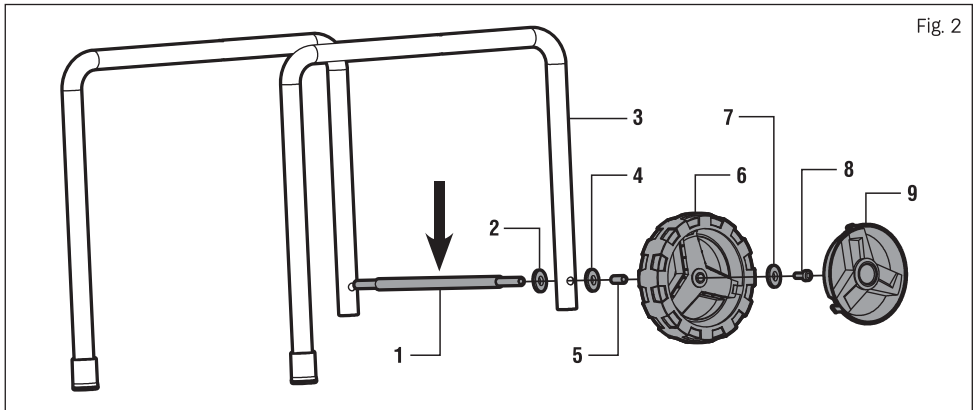

Fig. 2
3. Coloque una arandela de 9 mm (Fig. 2-2) sobre el extremo del eje de rueda y deslice el eje a través del orificio en el soporte de pata (Fig. 2-3) como se muestra en la Fig. 2.
5. Asegure la rueda sobre el eje usando una arandela de 6 mm (Fig. 2-7) y una tuerca hexagonal (Fig. 2-8). La llave hexagonal incluida se puede usar para apretar el herraje. Para que el eje no gire cuando se aprieta el herraje, coloque un destornillador (no incluido) en el orificio del medio del eje (Fig. 2 - Flecha).